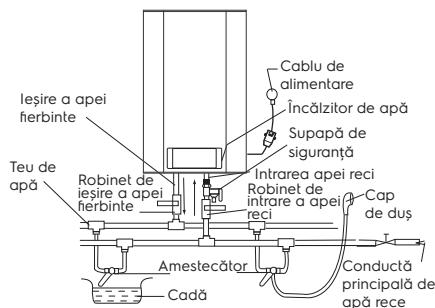

Fig. 7
- Dacă este necesar să implementați un sistem de alimentare cu apă pentru mai multe puncte de apă, utilizați metoda de conectare (vezi fig. 7).